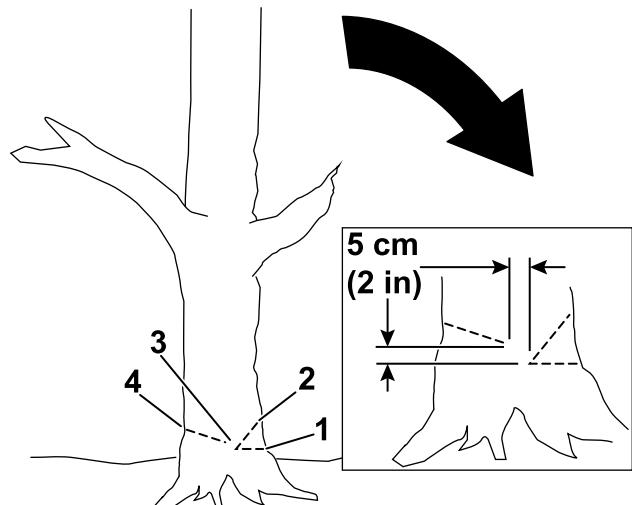

Bild 16
4. Machen Sie den ersten Schnitt ein Drittel durch den Baumdurchmesser an der Seite, zu der der Baum fallen soll (Bild 16).
5. Machen Sie einen zweiten Schnitt, um eine Kerbe zu bilden; fangen Sie den Schnitt mindestens 5 cm über und vom ersten Schnitt entfernt an (Bild 16).
6. Machen Sie den Rückschnitt von der anderen Seite der Kerbe, ungefähr 5 cm höher als die Unterseite der Kerbe, wie in Bild 16 abgebildet.
Wichtig: Beenden Sie den Schnitt 2,5-5 cm von der Kerbe, um ein Gelenk zwischen den Schnitten (Bild 16) zu erstellen; damit fällt der Baum nicht in die falsche Richtung oder dreht sich beim Fallen.
Hinweis: Wenn sich der Rückschnitt dem Gelenk nähert (Bild 16), beginnt der Baum zu fallen.